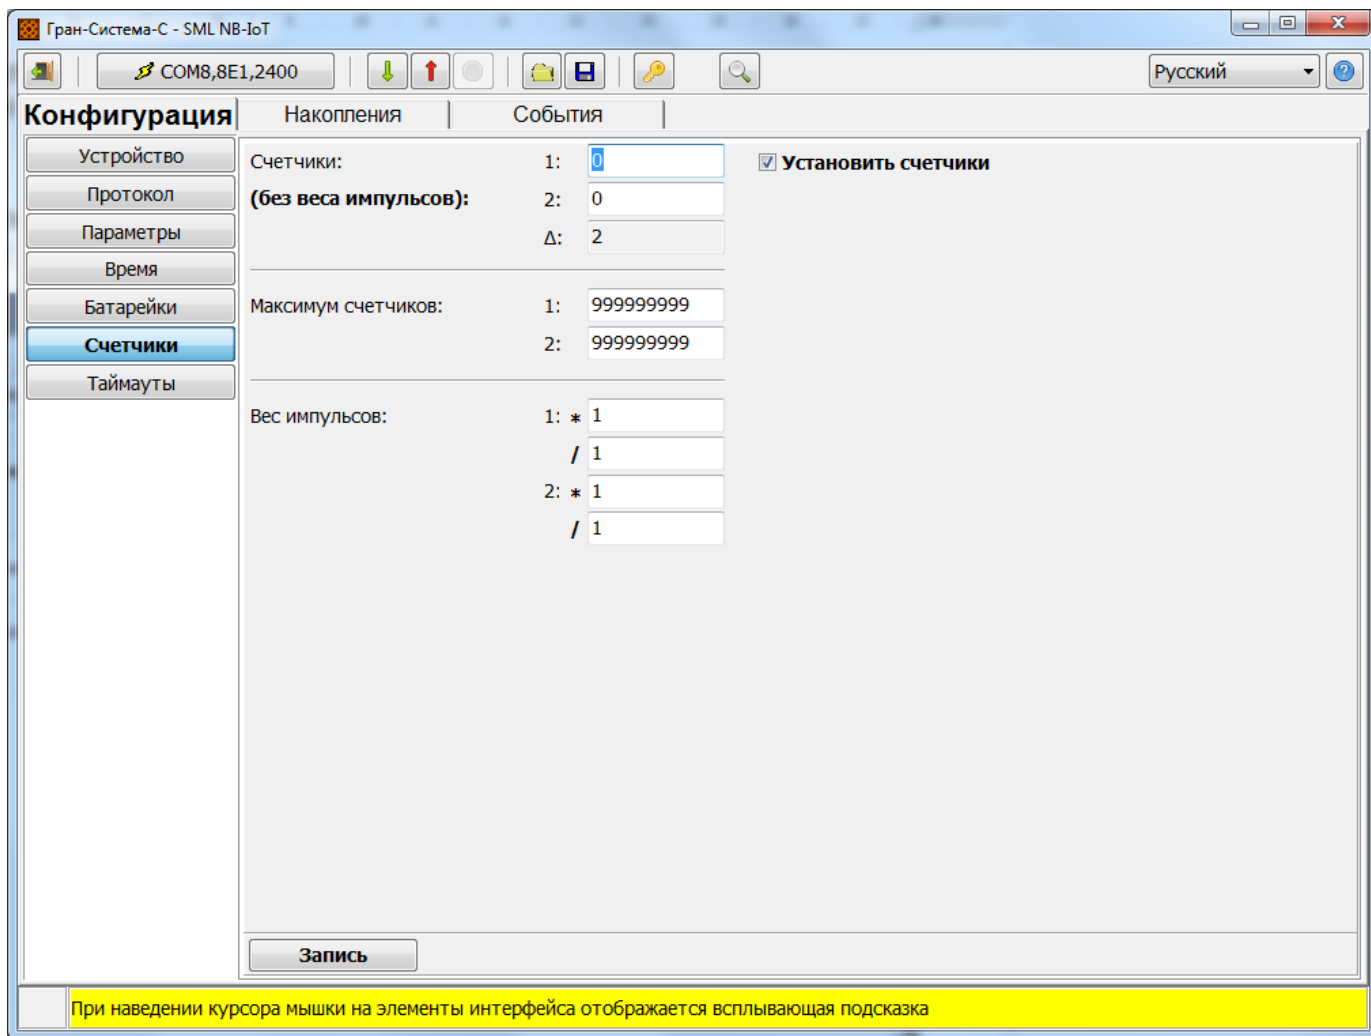

Рисунок 19 – Закладка «Конфигурация» «Счетчики»
3.2.13.1 На закладке «Конфигурация» «Счетчики» задаются параметры счетчиков импульсов (рисунок 19):